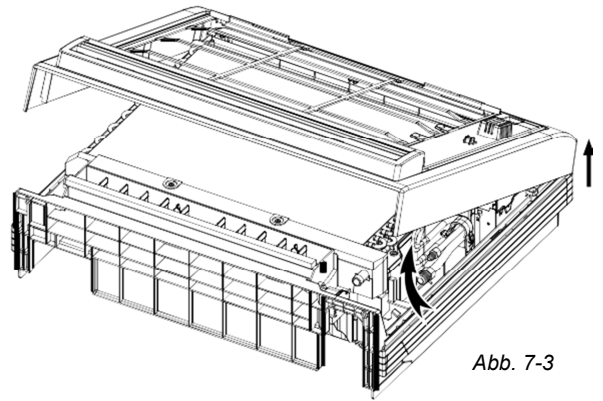

Abb. 7-3
- Öffnen Sie die obere Platte um einen Winkel von 30 Grad und nehmen diese dann ab. (Siehe Abb. 7-3)